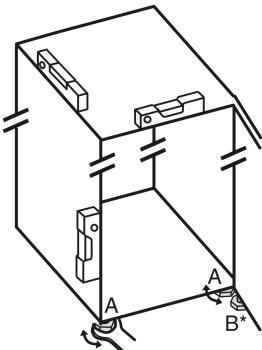

Fig. 8
- Развивайте регулируемите крачета Fig. 8 (A) с приложения гаечен ключ и с помощта на нивелир, докато уредът се изравни стабилно и хоризонтално.
- Развийте регулируемото краче Fig. 8 (B) на лагерната стойка с приложения гаечен ключ, докато то опре върху пода.
- Завъртете регулируемото краче Fig. 8 (B) с още 90°.